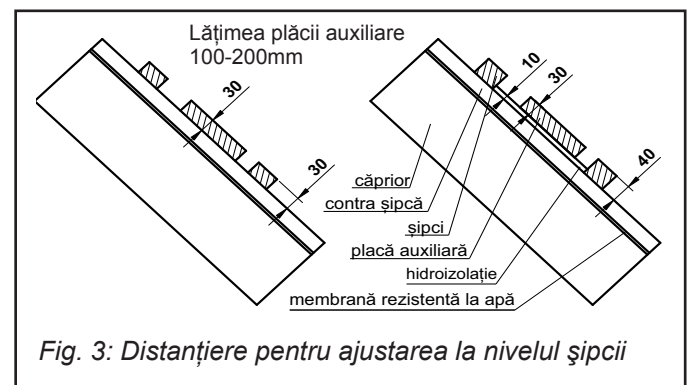

Fig. 3: Distanțiere pentru ajustarea la nivelul șipcii
- înălțimea plăcii auxiliare de la contra șipcă poate fi ajustată la valoarea șipcii prin introducerea unui distanțier (vezi fig.3)